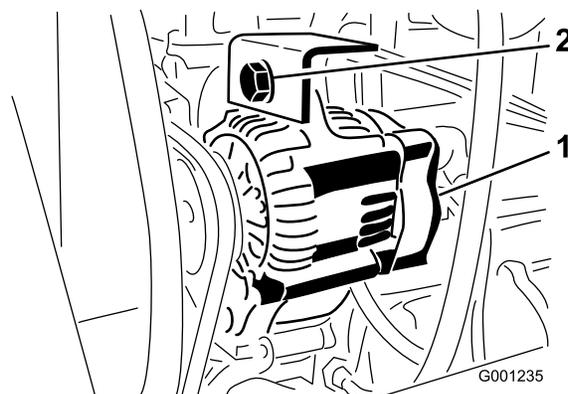

Bild 77
2. Lösen Sie die Befestigungsschraube der Lichtmaschine (Bild 77)
3. Erhöhen oder verringern Sie die Spannung des Lichtmaschinenriemens und ziehen Sie die Schraube wieder (Bild 77) fest.